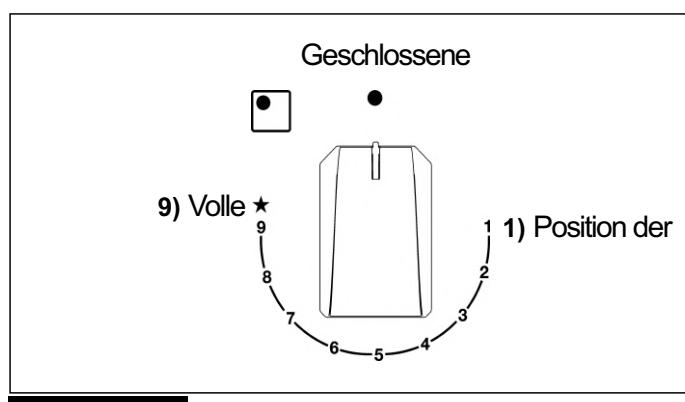

ABB. 1
Drücken und drehen Sie den Knopf, der dem gewünschten Brenner entspricht, gegen den Uhrzeigersinn, bis er die volle Einschaltposition erreicht  (Position 9 Abb. 1). Drücken Sie dann den Knopf. Der Hahn ist mit einer Skala von 9 Positionen ausgestattet, bei jedem Klicken wird die Flamme reduziert, bis Sie die Position 1 erreichen, d.h. die minimale Gaszufuhr.
Die Drehknöpfe der Brenner mit Flammenwächter müssen gegen den Uhrzeigersinn gedreht werden, bis sie die volle Einschaltposition (Position 9, Abb. 1) erreichen und zum Stillstand kommen. Drücken Sie nun den entsprechenden Knopf und wiederholen Sie die zuvor beschriebenen Vorgänge.
- Wenn der Topf zum Kochen kommt, stellen Sie den Drehknopf auf die reduzierte Position (Position 1, Abb. 1).
- Brenner mit Flammenwächter dürfen nur gezündet werden, wenn der entsprechende Knopf auf der vollständig eingeschalteten Position steht (Position 9, Abb. 1).**